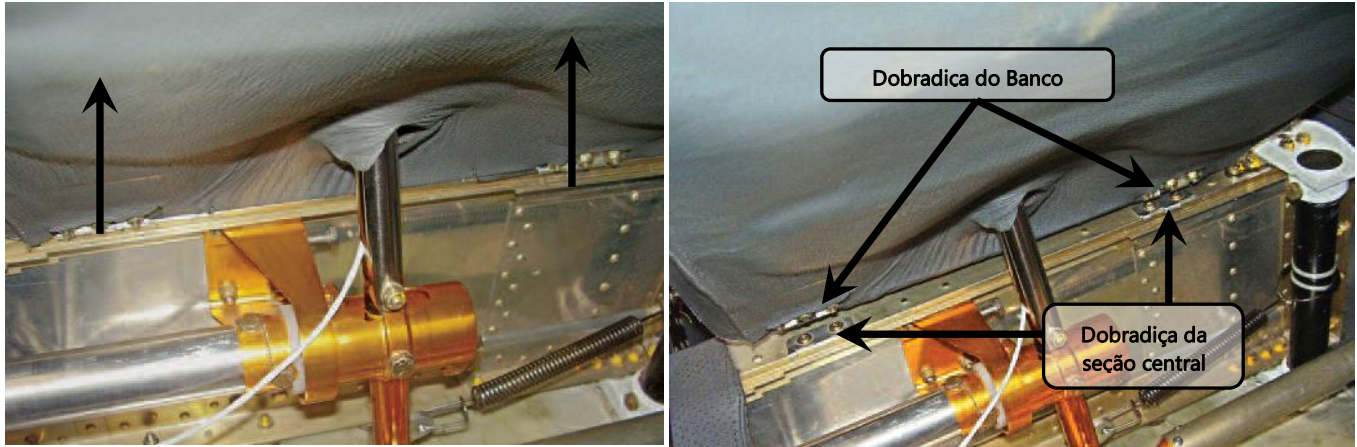

Figura 25.10.8 – Remoção das dobradiças do assento
7. Elevar o assento para separar as dobradiças do banco e da seção central, conforme figura 25.10.8;